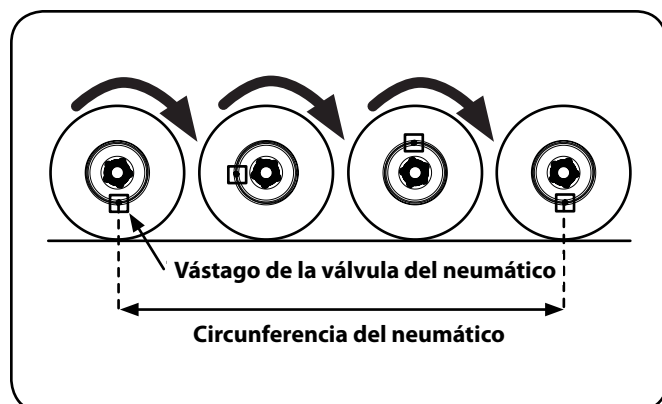

Figura 5-14
- Para medir la nueva circunferencia del neumático, marque el suelo con el vástago de la válvula ubicado en la parte inferior. Haga rodar el UV hacia adelante hasta que la rueda dé una vuelta completa y vuelva a marcar el suelo; mida la distancia entre las marcas para obtener la circunferencia del neumático. Vea la Figura 5-14.